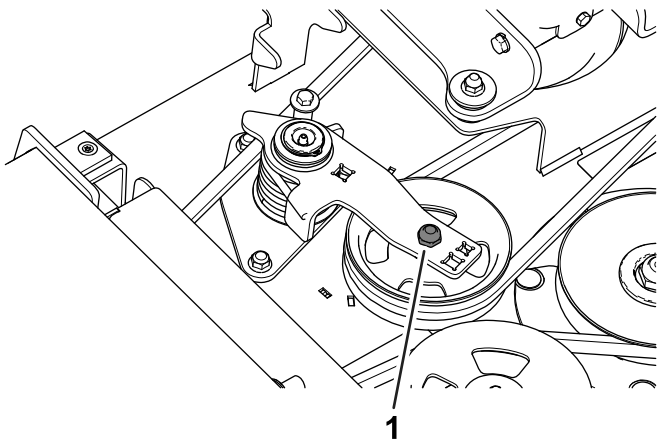

Figura 27
3. Usando una llave dinamométrica u otra herramienta similar, aleje la polea tensora (Figura 27) de la correa de transmisión para aliviar la tensión de la correa y poder retirar la correa de la polea de la caja de engranajes.